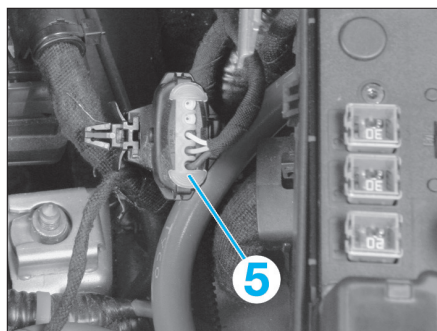

FIG. 7
- le connecteur du faisceau de la direction (5) (fig. 7).